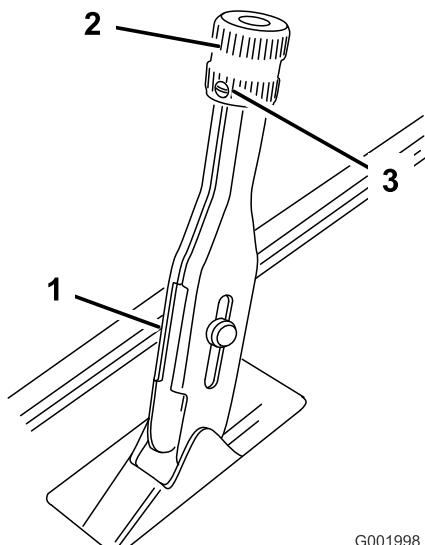

Figure 62
- Desserrez la vis de fixation du bouton sur le levier du frein de stationnement (Figure 62).